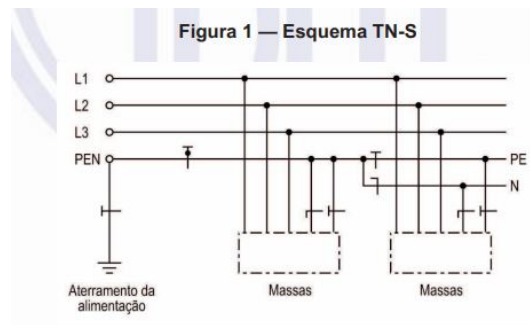

Figura 1: Esquema de aterramento TN-S
No item 4.2.2.2.1 da NBR5410, no diz que o aterramento TN possui um ponto da alimentação diretamente aterrado, e sendo as massas ligadas diretamente a esse ponto através de condutores de proteção. Para o modelo da figura 1, temos que o condutor de proteção e o neutro estão separados, ou seja, são distintos.